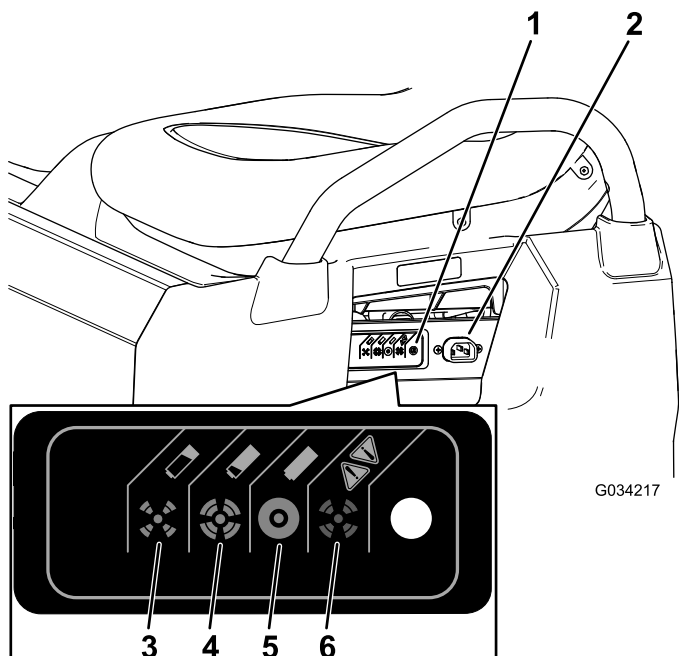

Figura 37
3. Conectai un cablu de alimentare **cu diametrul de 1,29 mm (sau mai mare), cu o lungime maximă de 2,5 m**, la priza mainii (**Figura 37**).
Consultați tabelul următor în **Figura 37** pentru informații privind semnificația culorilor diferite ale luminii de stare a încărcătorului.